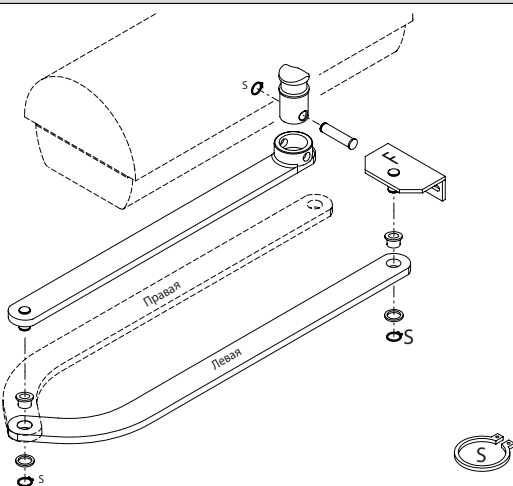

Рис. 7
- Вставьте квадрат первого рычага в выходную ось редуктора и закрепите его (**рис.7**).